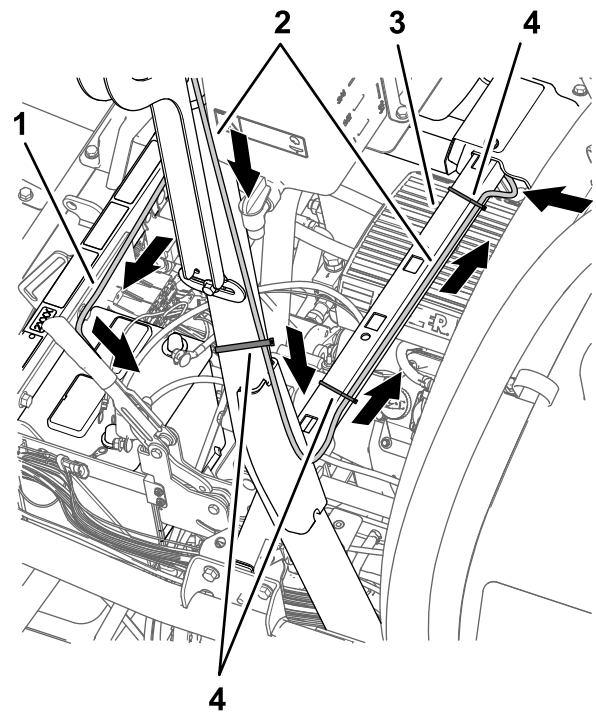
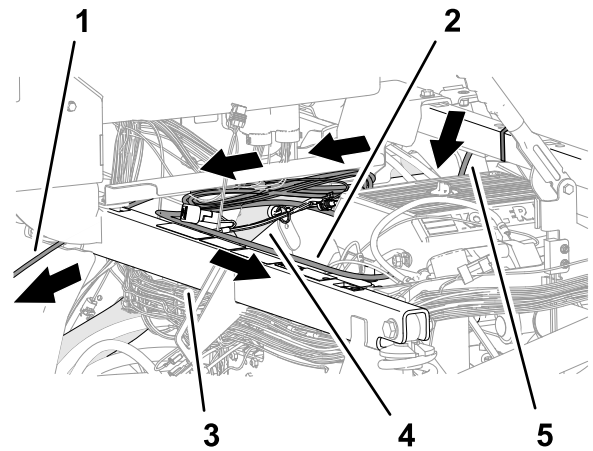

Figura 201
Figura 203
1. Enrute el arnés de datos y el arnés de la batería hacia abajo por la parte trasera del tubo vertical izquierdo de la barra antivuelco hasta el travesaño del soporte del asiento (Figura 201).
5. Enrute el arnés de datos y el arnés de la batería por el travesaño del soporte del asiento, y sujete la rama de 390 cm del arnés de datos al travesaño con 2 bridas (Figura 201 y Figura 203).
6. Enrute la rama de 220 cm del arnés de la batería por el tubo derecho superior del bastidor (Figura 203).
7. Enrute la rama de 220 cm del arnés de la batería por el tubo de sujeción del amortiguador y hacia la batería (Figura 203).
8. Enrute la rama de 220 cm del arnés de datos (la rama del arnés con el conector hembra de 26 vías) por debajo de la consola de control y hacia adelante, hacia el salpicadero (Figura 203).